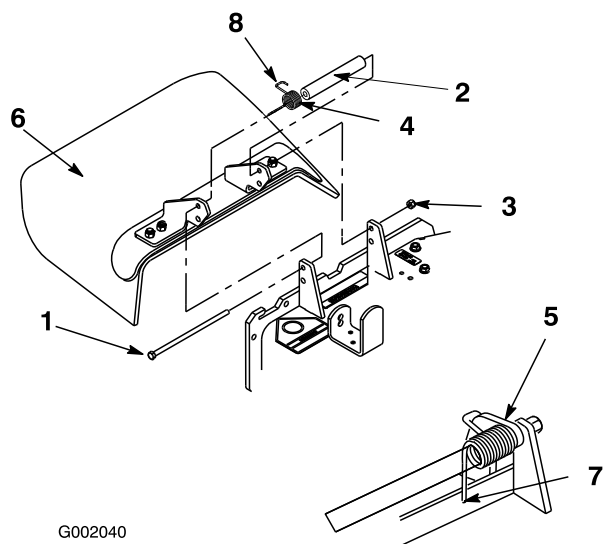

Figura 65
1. Retire la contratuerca, el perno, el muelle y el espaciador que sujetan el deflector a los soportes de pivote (Figura 65). Retire el deflector de hierba dañado o desgastado.
Nota: Asegúrese de colocar el extremo en **L** del muelle detrás del reborde de la plataforma antes de instalar el perno, según muestra Figura 65.
3. Instale el perno y la tuerca. Coloque el extremo en **J** del muelle alrededor del deflector de hierba (Figura 65).